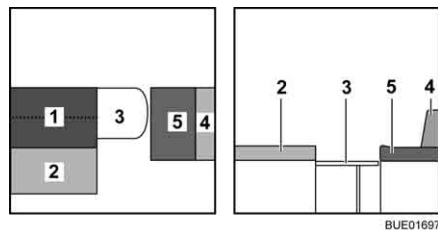

Fig. 130 Pendant la transformation
- Placer le coussin de dossier (Fig. 130,1) sur la table.